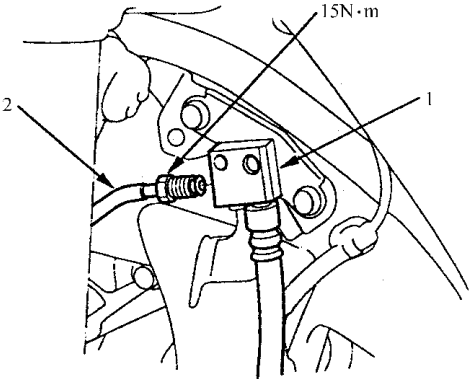

图 8-54 断开制动软管接头
- 3) 如图 8-54 所示，使用 H10 的联接螺母扳手，将制动软管从制动软管接头上断开。